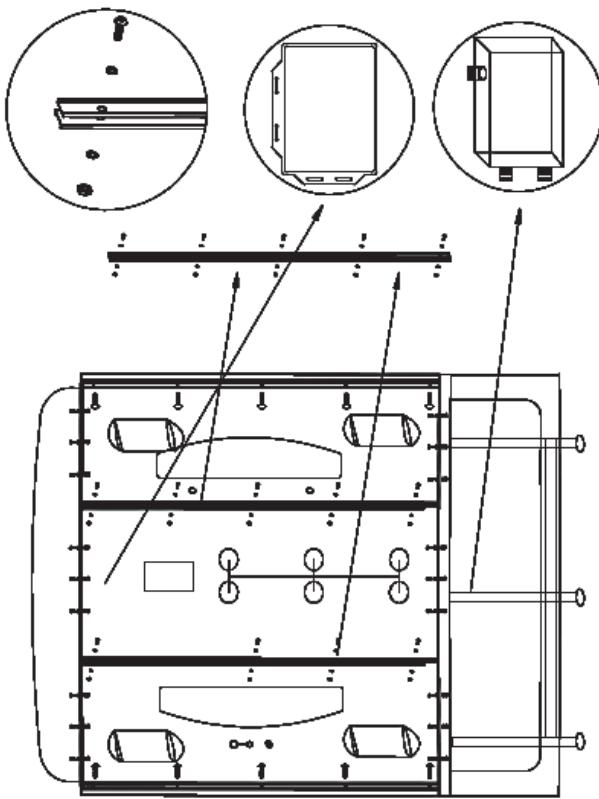

Abb. 4
6. Tragen Sie eine Dichtungsschicht auf den Wannenrand! Es kann jede Silikondichtung der entsprechenden ph-Neutralität, Farbfreiheit und Schimmelenschutz verwendet werden) und montieren Sie die Teile der hinteren Acrylwand am Wannenrand. Ziehen Sie die Teile der hinteren Wand mit den selbstschneidenden Schrauben über die Alu-Platten fest. Schrauben Sie Befestigungslöcher und befestigen Sie die hintere Acrylwand und den Wannenrand mit den Bolzen. (Abb. 4).